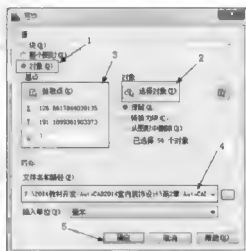

图 2-36
**步骤 1:** 在菜单栏中执行 **工具(T) > 新建 UCS(W)** 命令, 弹出二级子菜单, 如图 2-36 所示。